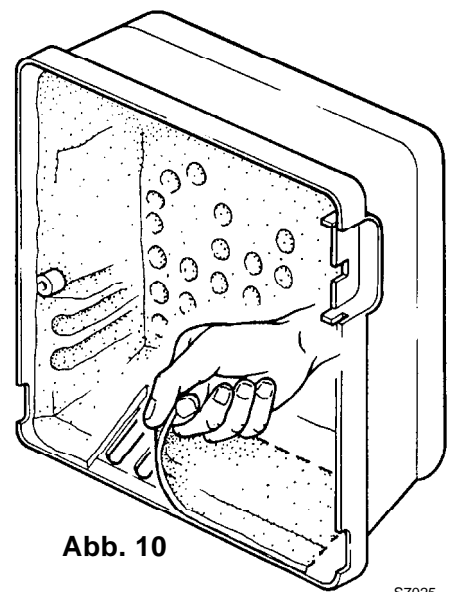

Abb. 10
**C** In dem Modell BS4D Typ 918T1, um den Betrieb für eine Leistung vom 220 ÷ 246 kW zu gewähren, die geschnittene Geräuschkämmung wegnehmen, so werden die zusätzlichen Schlitze des Lufteingangs auf der Verkleidung frei gemacht (siehe Abb. 10).